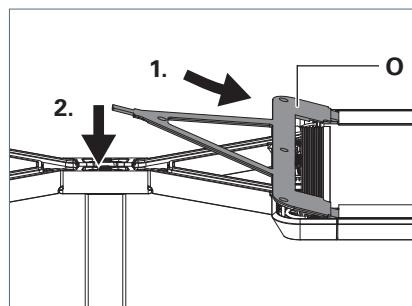

Fig. 19: Montare la copertura.
- ▶ Inserire la copertura **O** con le tre linguette sulla parte inferiore della copertura nelle fessure sulla testa dell'apparecchio e premere fino all'innesto, vedere Fig. 19.